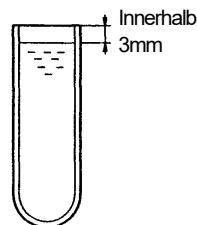
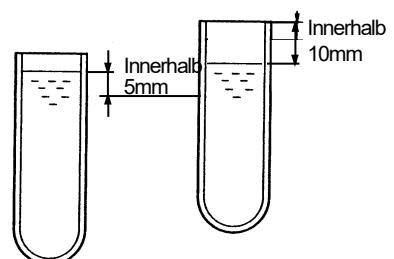

Abb. 3-3 Befüllen der Röhrchen für den Ausschwingrotor
Abb. 3-4 Befüllen der Röhrchen für den Ausschwingrotor
- 2) Balancieren Sie die Röhrchen (die symmetrisch angeordnet sind) innerhalb 0,2 g aus. Balancieren Sie die Röhrchen bei Verwendung einer Zentrifuge der Serien CS150NX und CS-FNX/CS-GX II/CS-GXL/CS-GX gemäß Abb. 3-3 und Abb. 3-4 aus.